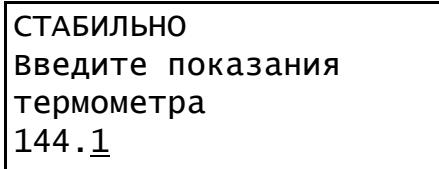

Рисунок 23 – Ввод первой точки калибровки датчика температуры
5.4.7 Когда наступит стабилизация, ввести показания образцового термометра (см. рисунок 23). Изменение вводимых чисел производится при помощи ручки, а сдвиг курсора кнопками [Режим] и [*]. После ввода значения нажать кнопку [Пуск].